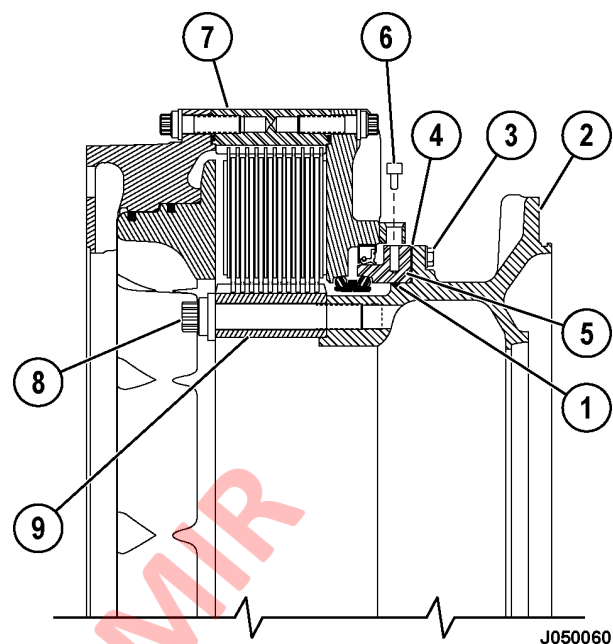

FIGURA 5-11. INSTALACIÓN DEL CUBO DEL FRENO TRASERO
23. Instale un O-ring nuevo (1, Figura 5-11) en la ranura del cubo.
25. Inserte las siguientes laines (4) entre la pestaña del cubo y el soporte del sello (5) en cada par de tornillos (seis puntos):
26. Instale los pernos y las arandelas de seguridad (3) y apriételas firmemente.
28. Apriete los pernos (3, Figura 5-11) a **122 N·m (90 ft lb)**.
29. Instale los pernos y las arandelas endurecidas (8). Debe retirar las barras de embarque del engranaje interno para acceder a algunos tornillos, los que debe apretar de forma alternada a **2705 N·m (1995 ft lb)**. Luego, reemplace las barras de embarque.